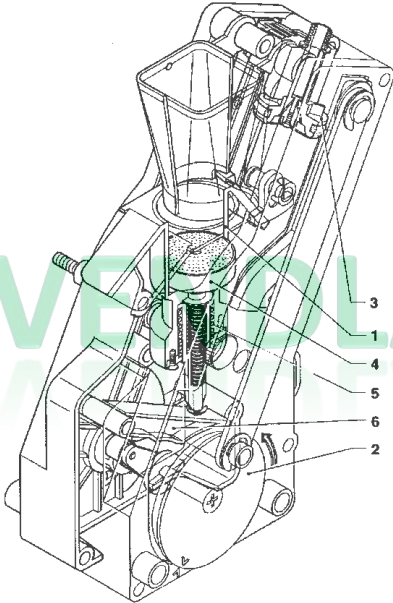

Рис. 16
При наборе порции молотого кофе ручка редукторного двигателя приводит в действие диск (2), расположенный снаружи узла, который поворачивается на 180°, наклоняя заварочную камеру и опуская верхний поршень (3) (см. рис. 16). Под напором воды пружина подготовки заваривания (5) сожмется, и нижний поршень (4) переместится вниз на 4 мм, обеспечивая образование водяной подушки, позволяющей осуществлять равномерное заваривание порции кофе. В конце цикла дозирования, в течение 3-секундной паузы, пружина подготовки заваривания (5) выгустит воду через третий канал электромагнитного клапана дозатора, слегка сжимая использованную порцию кофе. При завершении вращения редукторный двигатель вынуждает поворотную рукоятку (6) поднять поршни и использовать использованную порцию кофе. В то же время при повороте камеры заваривания в вертикальное положение шабер кофейного бункера захватывает и сбрасывает использованный кофе. Нижний поршень возвращается в нижнюю мертвую точку.